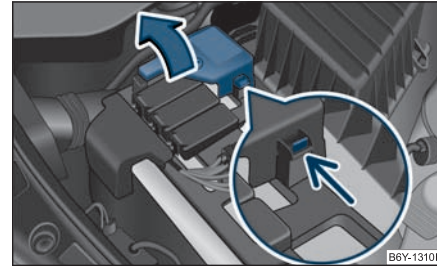
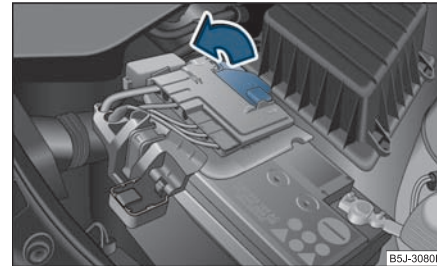

Abb. 185 Batterie: Abdeckung hochklappen (automatisches Getriebe)
Abb. 186 Batterie: Abdeckung hochklappen (Schaltgetriebe)
⇒ Abb. 185.
- Klappen Sie die Abdeckung in Pfeilrichtung hoch ⇒ Abb. 185 (automatisches Getriebe) bzw. ⇒ Abb. 186 (Schaltgetriebe). ▶